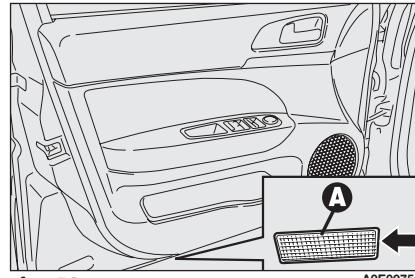
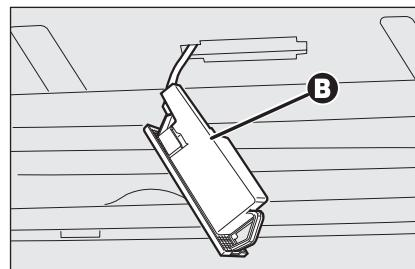

fig. 52
fig. 53
- abra la puerta y quite la parte transparente **A-fig. 52** haciendo palanca en el punto indicado por la flecha;
- levante la protección **B-fig. 53** y sustituya la lámpara montada a presión;
- cierre la protección **B-fig. 53** de la parte transparente **A-fig. 52**;